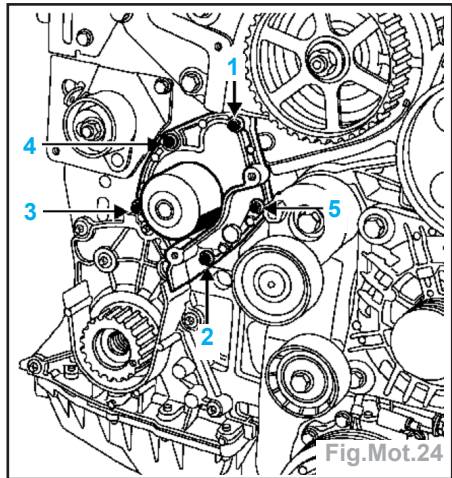

Fig.Mot.24
- les 5 vis et la pompe à eau (Fig.Mot.24).